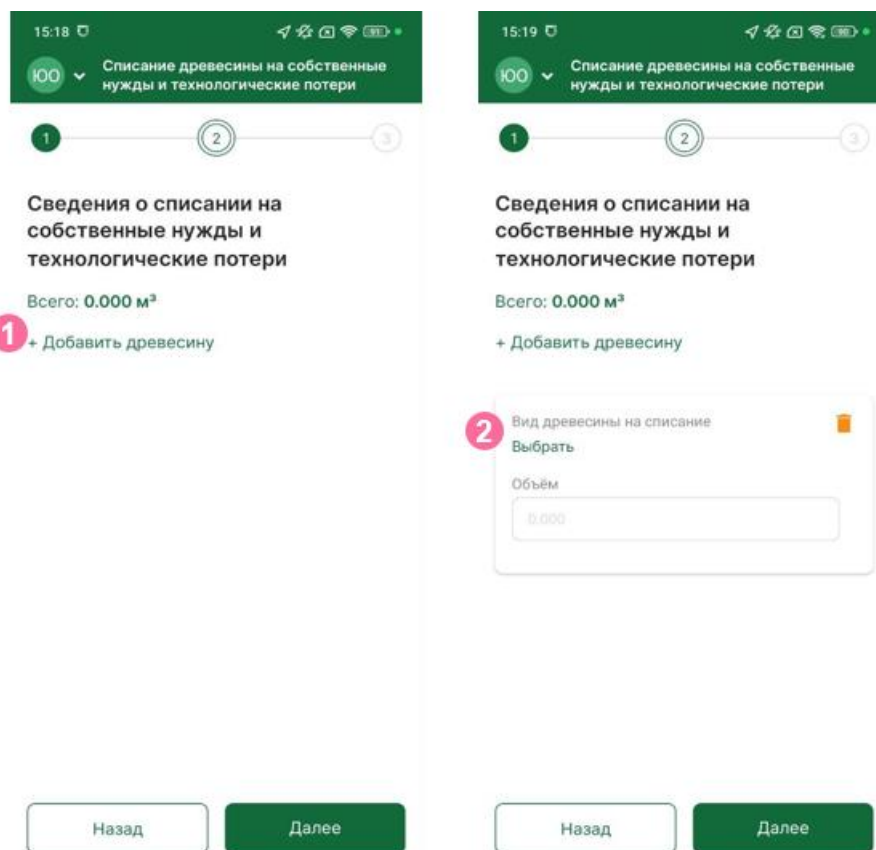

Рисунок 21 – Выбор древесины
- 2 Затем следует нажать на кнопку «Выбрать» и выбрать вид древесины из списка (рисунок 21).